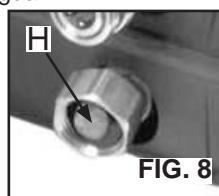

FIG. 8
5. **Verifique que la malla del filtro (H) esté en la entrada de agua de la bomba.** (Fig. 8)